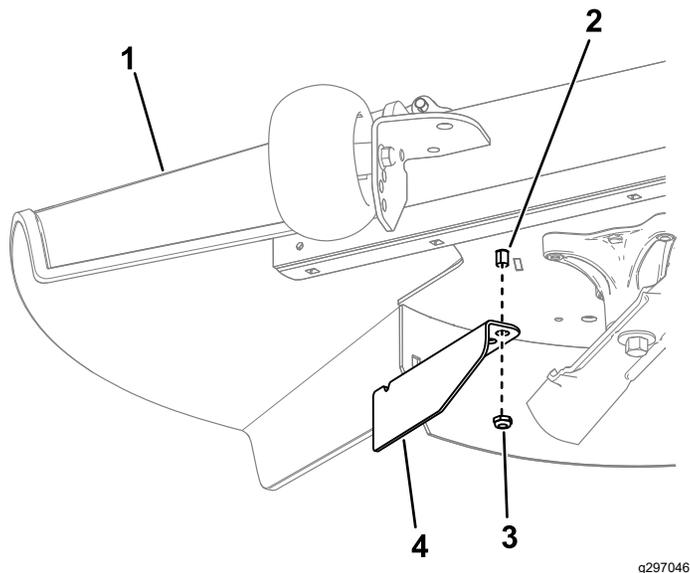

Рисунок 15
10. Отверните гайку со стержня отражателя травы под декой газонокосилки (Рисунок 15).
11. Используйте гайку для установки отсекающего дефлектора на стержень отражателя травы, используя наружное отверстие в дефлекторе (Рисунок 15).